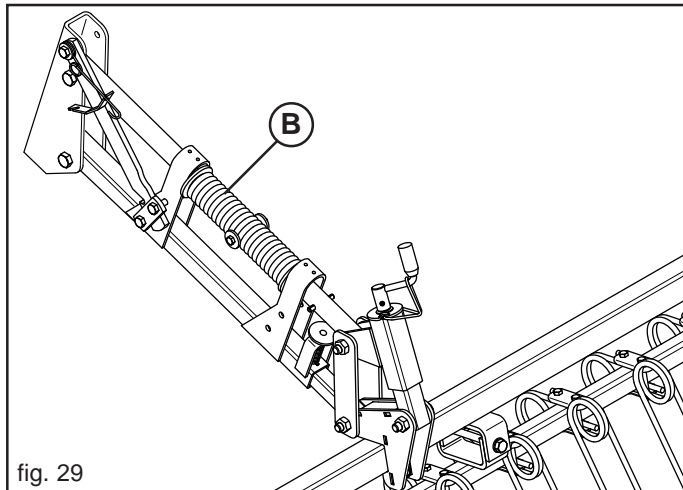

fig. 29
La pressione di lavoro dei denti a molle dell'erpice copriseme può essere variata mediante la rotazione della molla (B) posta sul braccio parallelo superiore (Fig. 29).